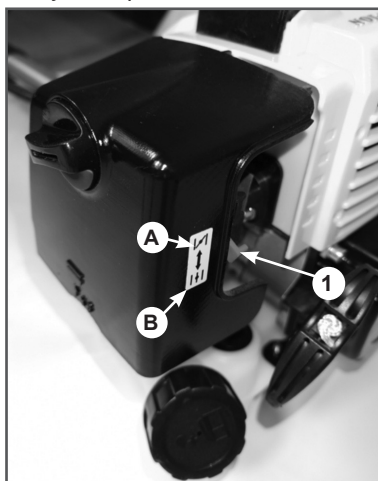

Рис. 10 Расположение рычага управления воздушной заслонкой
6. Закройте воздушную заслонку. Для этого рычаг 1 управления воздушной заслонкой (Рис. 10) установите в верхнее положение А (Рис. 10).
8. После первой вспышки откройте воздушную заслонку — переведите рычаг воздушной заслонки в нижнее положение В (Рис.10). Проверните коленчатый вал двигателя ручным стартером до тех пор, пока не почувствуете сопротивление, затем медленно опустите ручку стартера вниз. Снова медленно потяните за ручку стартера, пока не почувствуете, что стартер вошел в зацепление с маховиком, после чего, потяните за ручку стартера сильно, но плавно. Повторите это действие 1-3 раза, двигатель должен запуститься.